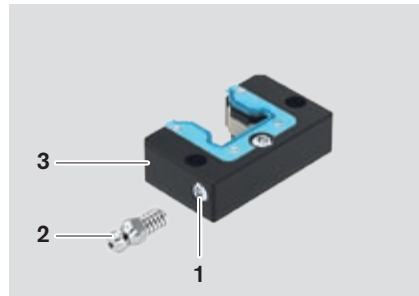

Figura 1
- Sacar el pasador roscado del taladro de lubricación (figura 1, posición 1) y guardarlo.
- Enroscar el engrasador (2).
- Ubicar la unidad de lubricación adicional (3) de forma plana, rellenar con la cantidad de aceite de la tabla 2 y dejar apróx. 36 horas en reposo.